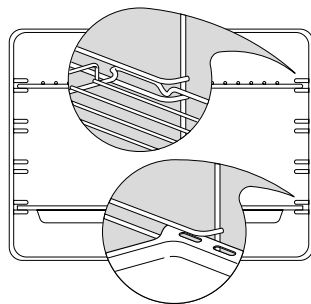

Abbildung 21 Korrekte Position für Einschübe und Pfanne
- Setzen Sie die Einschübe und Bleche ein - Abb.21 beschrieben ein. Achten Sie beim Einschieben in die Metallführungen darauf, dass die Stopper nach unten und hinten ausgerichtet sind.